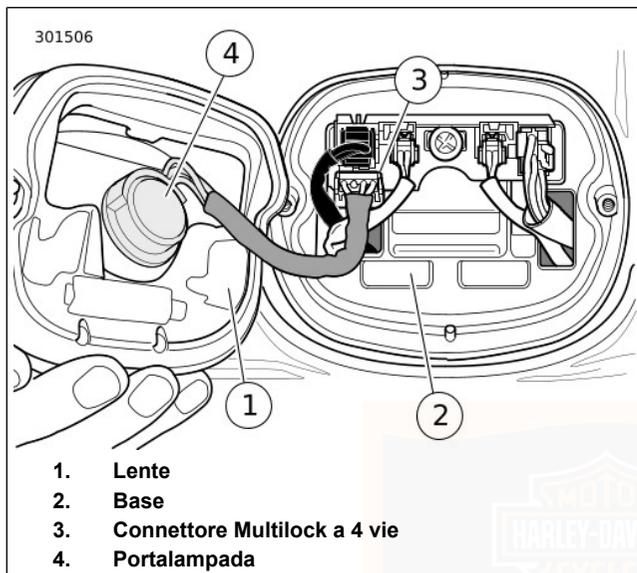

Figura 89. Gruppo della luce posteriore
2. Vedere Figura 89. Staccare il connettore della luce posteriore (3).
3. Girare il portalampada (4) di 1/4 di giro in senso antiorario e rimuovere dal gruppo della luce posteriore. Estrarre la lampadina dal portalampada.
2. Vedere Figura 89. Inserire il portalampada (4) nel gruppo della luce posteriore e ruotare di 1/4 di giro in senso orario.
3. Collegare il connettore della luce posteriore (3).